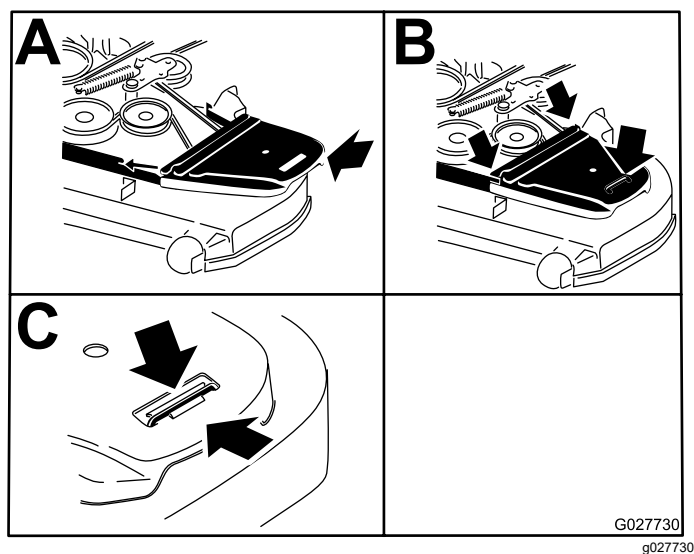

Figura 63
9. Instale las cubiertas de la correa (Figura 63).